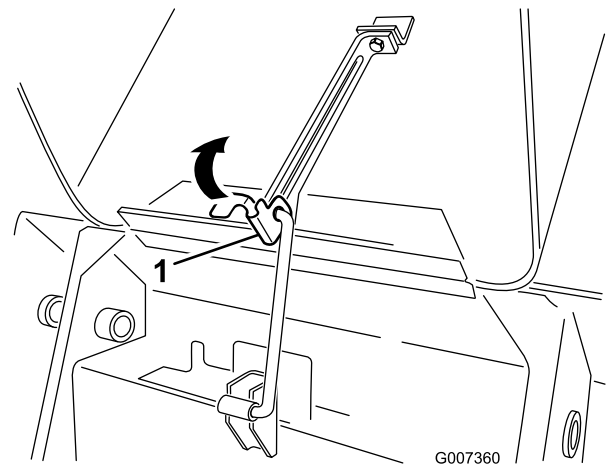

**Figure 27**
1. Desserrez la vis de verrouillage du capot (Figure 27)
3. Serrez la vis de verrouillage du capot pour fixer le verrou (Figure 27).
2. Tournez le verrou du capot dans le sens horaire (Figure 27).
3. Soulevez le capot (Figure 27).